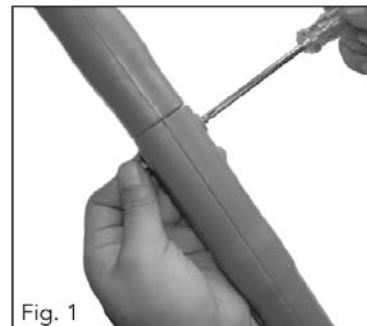

Fig. 1
1. Wyjmij sworzeń (6) z korpusu górnego (4).
2. Dopasuj korpus górny (4) do dolnego (5) i wsuń jeden w drugi najdalej, jak się da (rys. 1).